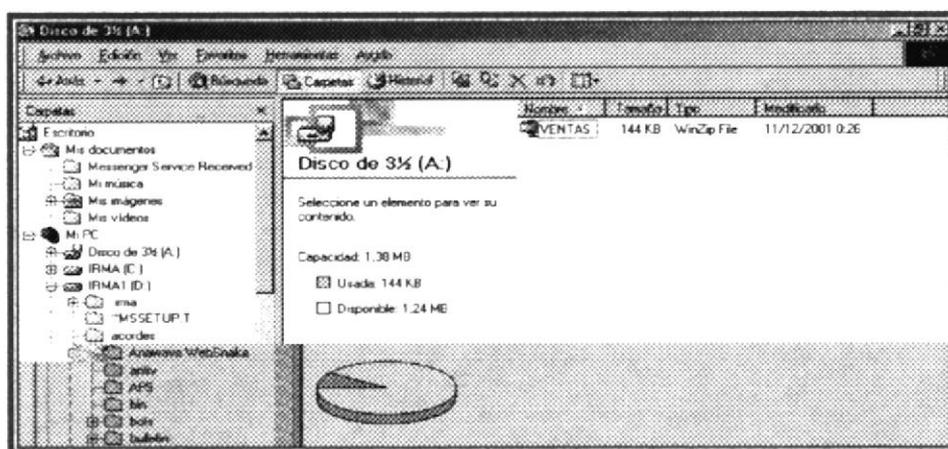

Figura 3.1 Explorador de Windows
- ☛ A través del Explorador de Windows, hacemos un clic en la carpeta DISCO de 3 ½ (A:). **(Ver figura 3.1)**